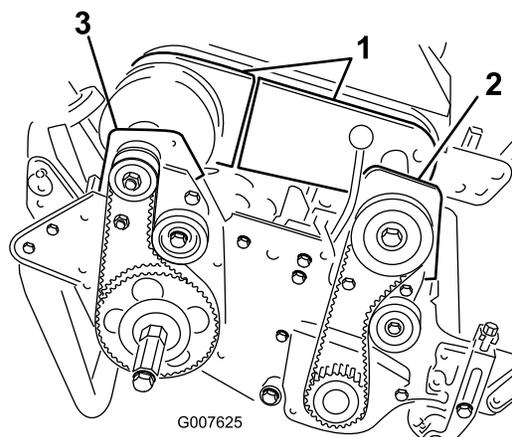

Figura 41
4. Retire los pernos que sujetan las secciones delantera y trasera de la cubierta del diferencial al alojamiento del diferencial, y separe las secciones para dejar expuesta la correa (Figura 41).
6. Retire los 2 pernos y contratuercas que sujetan el alojamiento delantero del embrague a la chapa lateral (Figura 41).
8. Retire los 2 pernos y contratuercas que sujetan el alojamiento del cojinete trasero derecho a la chapa lateral (Figura 41).